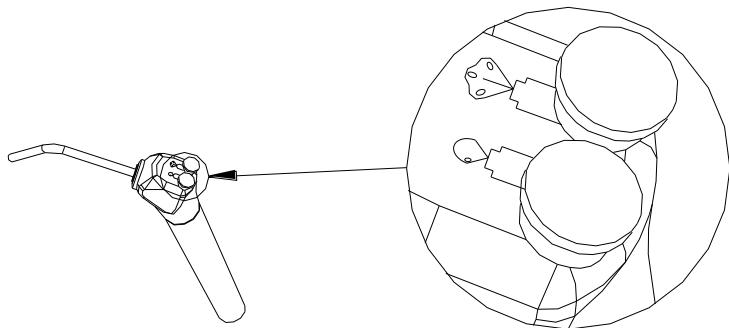

Рис. 17
Шаг 2: Включите переключатель “(2)” на “ОТКРЫТЬ” для изменения источника подачи воды в резервуар воды (Рис. 17).
**Внимание: при использовании водопроводной воды для подачи на модуль врача, убедитесь, что переключатель «1» находится в выбранной позиции! При переключении № «2», как на Рис. 17, с положения “ОТКРЫТЬ” в положение “ЗАКРЫТЬ” нормальным явлением будет выход воздуха!**